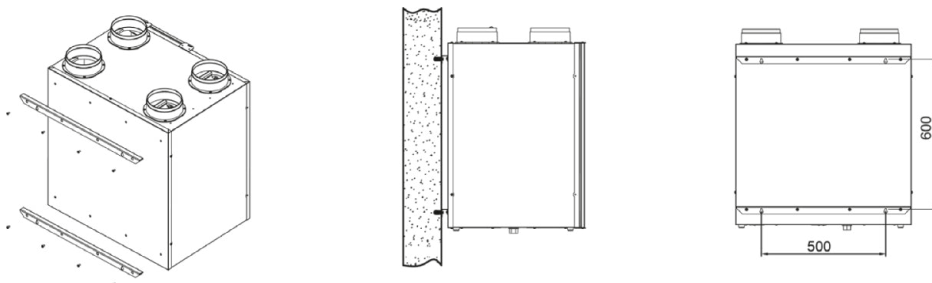

Figure 3.
6. Montez deux support muraux sur un mur ayant une masse suffisante (200kg/m²) selon figure 3